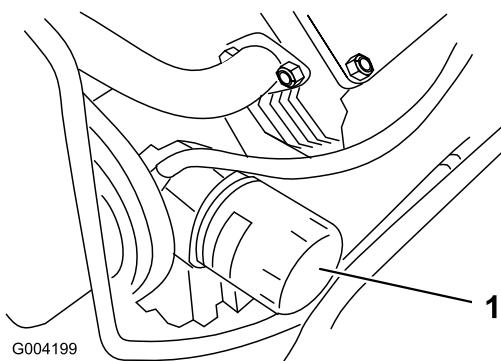

Figura 39
- Retire el filtro usado (Figura 39) y límpie con un paño la superficie de la junta del adaptador del filtro.